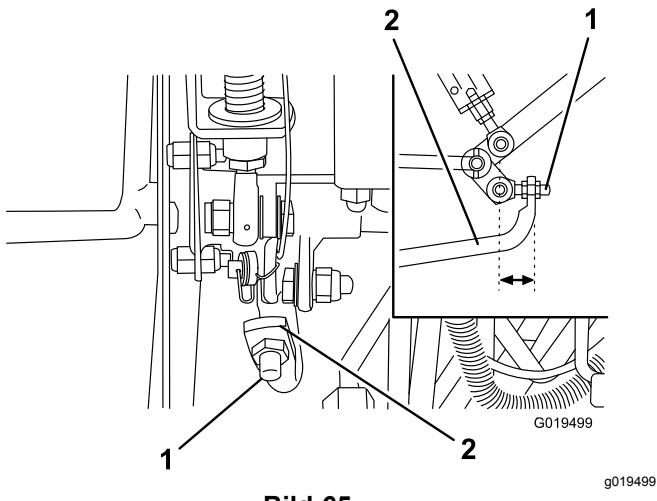

Bild 65
4. Stellen Sie die Klemmmuttern am Pumpenstangenende ein, um das Pumpensteuerungsrohr nach vorne zu verschieben, um ein Kriechen nach vorne zu vermeiden, oder um das Pumpensteuerungsrohr nach hinten zu verschieben, um ein Kriechen nach hinten zu vermeiden (Bild 65).